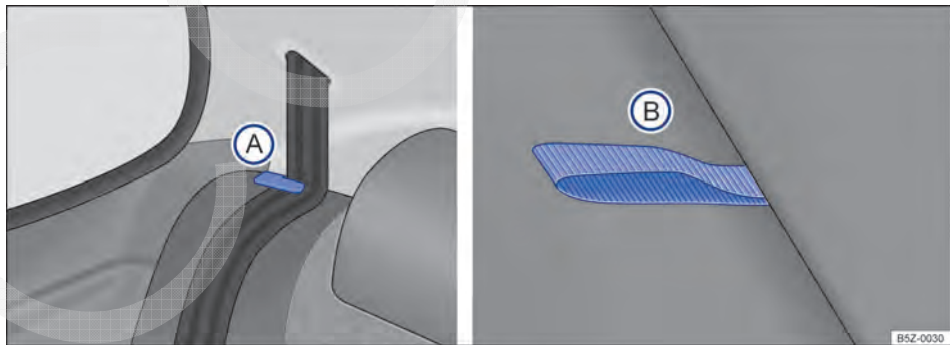

Fig. 74 Banco traseiro: posicionador para os caderços dos cintos ; alça para desbloqueio do encosto .
- Posicionar os cadarços dos cintos de segurança nos seus respectivos posicionadores → Fig. 74 (A).
- Puxar a alça vermelha → Fig. 74 (B) para destravar a fixação do encosto do banco e, ao mesmo tempo, puxar o encosto sobre o assento, até travá-lo.
- Retirar os cadarços do cinto de segurança dos posicionadores → Fig. 74 (A). Para veículos com cintos de três pontos fixos, recolocar as linguetas nos respectivos fechos.